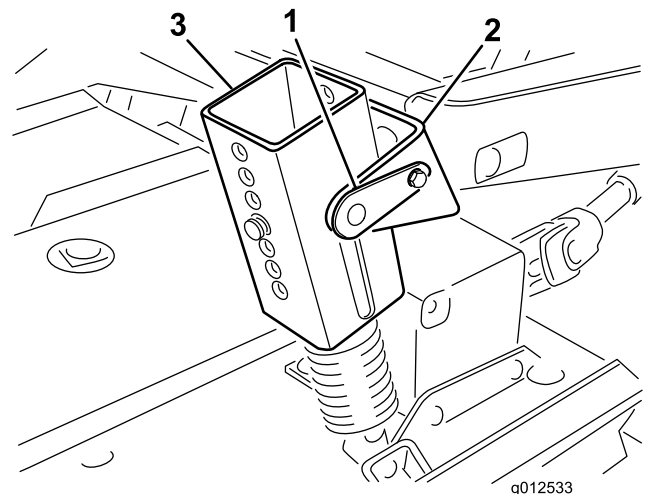

Figure 1
- Sur les groupes de déplacement série 200 seulement, détachez le ressort d'équilibrage du groupe de déplacement, retirez les goupilles de verrouillage des supports, séparez les ensembles de tension de ressort des supports et placez-les sur le plateau. Fixez légèrement les goupilles de blocage sur les supports pour ne pas les perdre (Figure 1).